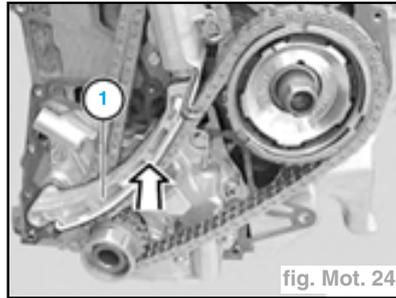

fig. Mot. 24
- le guide tendeur (1) (fig. Mot. 24),